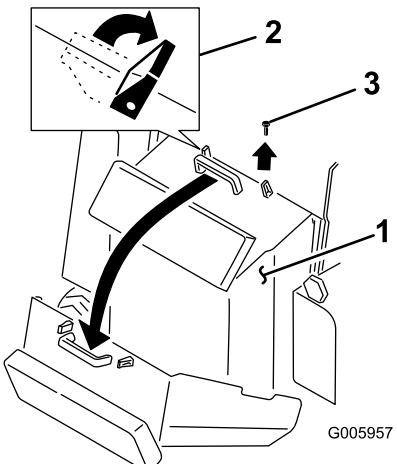

Рисунок 23
- Освободите две крепежных лапки наверху задней крышки доступа (Рисунок 23).
- Снимите болт, расположенный рядом с правой крепежной лапкой (Рисунок 23).
- Возьмитесь за ручку и потяните крышку вверх и назад, чтобы откинуть ее в открытое положение (Рисунок 23).